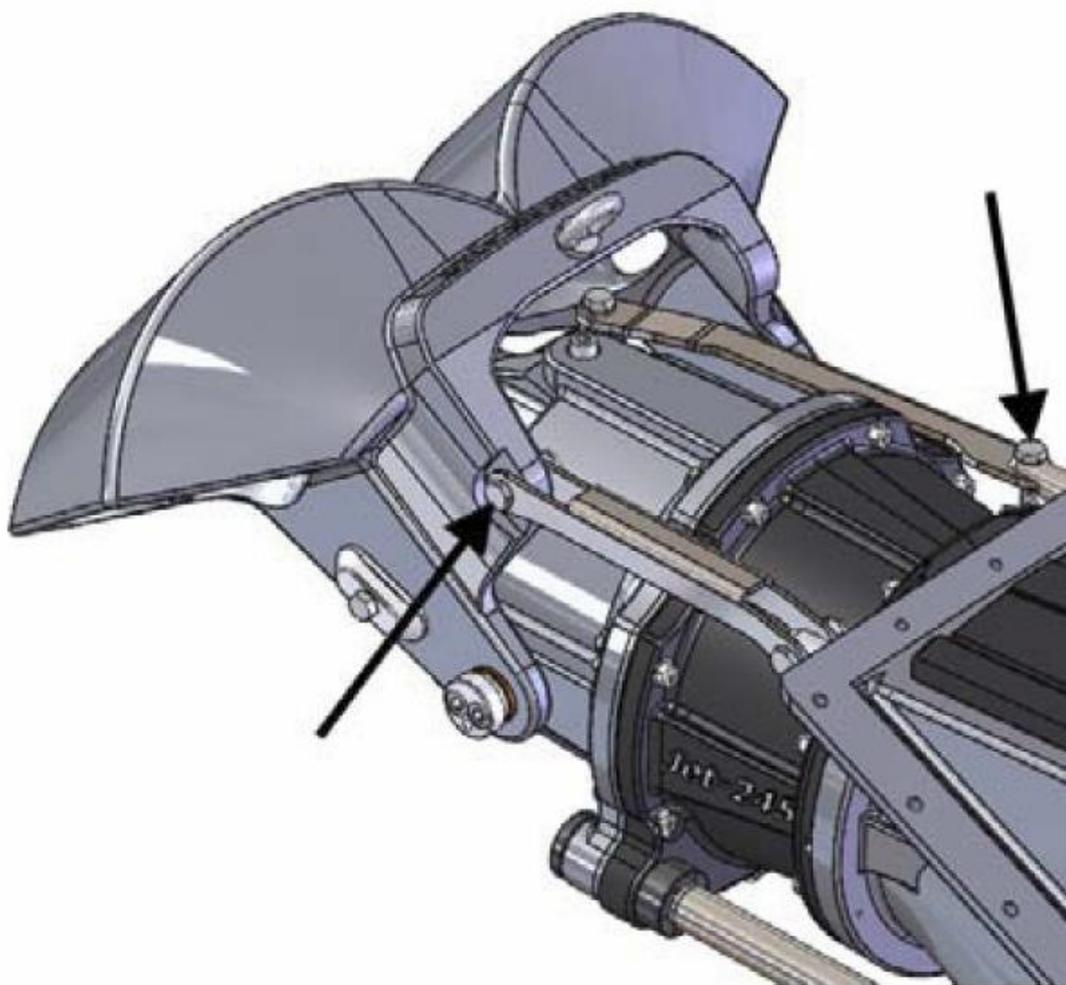

Figura 22. Bulloni del deflettore
1. Aprire le viti indicate dalle frecce in figura 22.